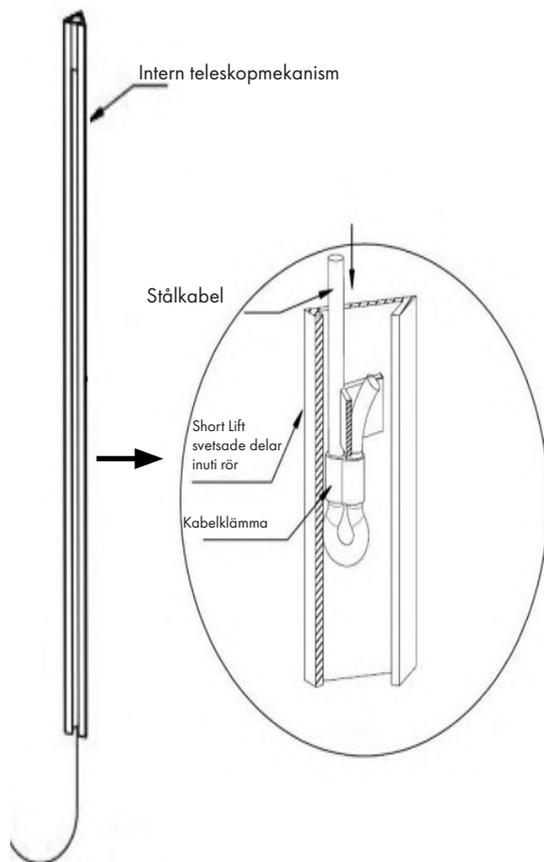

Bild 17
- I den andra inre teleskopmekanismen, för in vajern baklänges genom en öppning mot dess övre del. Använd en kabelklämma för att fästa den enligt fig. 17.